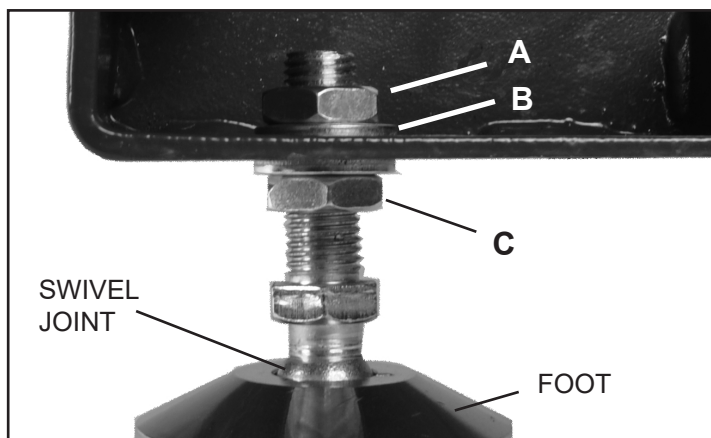

FIG. 3
2. Les pieds ajustables possèdent deux écrous hexagonaux et rondelles assemblés sur leur tige filetée. Retirez l'écrou supérieur et la rondelle (Fig. 3, A) et laissez l'écrou inférieur et la rondelle sur la tige. L'écrou inférieur sert à ajuster le niveau du tour plus tard. Figure 3..
**NOTE :** Une fois le tour assemblé et à son endroit définitif, ajustez les écrous inférieurs (Fig. 3, C) qui sont juste par-dessus le pied pour ajuster la hauteur et le niveau du tour. Une fois ajusté, serrez les écrous supérieurs pour bloquer les pieds ajustables en place.